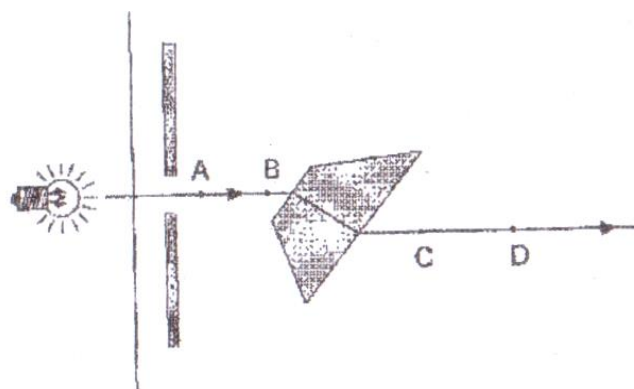

Рис. 1. Установка
1. Соберите установку, как показано на рис. 1. Лампу, ключ и экран установите на планшет. Лампу и ключ соедините последовательно и подключите к источнику электропитания. Экран разместите в 3–4 см от лампы. Луч света, пройдя через щель экрана должен распространяться
4. Для построения хода луча внутри пластины сделайте на листе бумаги по две отметки на падающем на пластину луче и луче, вышедшем из пластины (точки A , B , C и D) на (см. рис. 1).